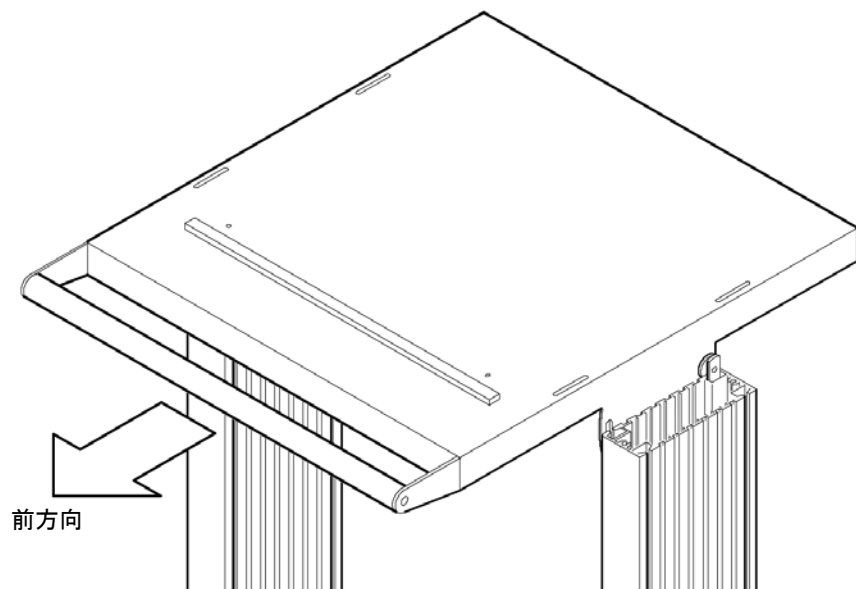

図 13: ハンドル付チルト式天板の位置調整
4. ハンドル付チルト式天板を、図 13 に示すように脚部アセンブリ間に水平に置きます。天板の下にある曲線状の溝が台車の前方を向くようにします。